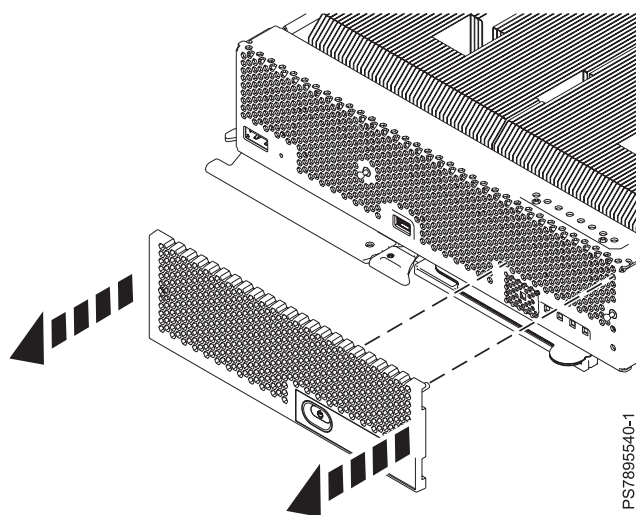
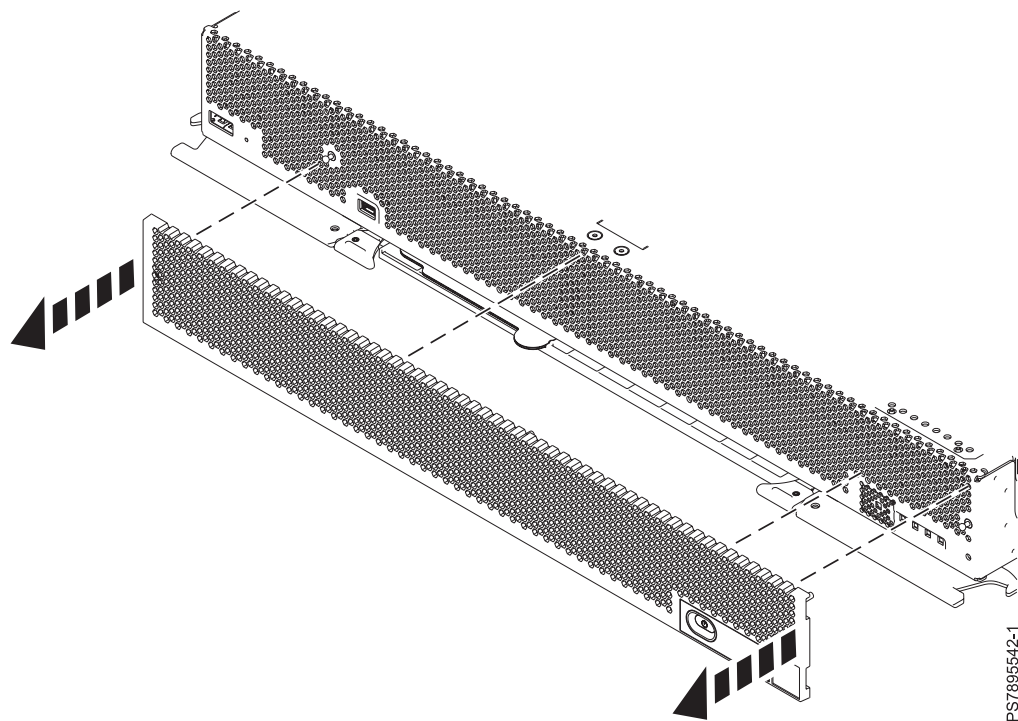

Figure 13. Retrait du panneau frontal d'un noeud de traitement IBM Flex System p260
Figure 14. Retrait du panneau frontal d'un noeud de traitement IBM Flex System p460
4. Repérez le panneau frontal sur la droite du noeud de traitement. En tenant les deux côtés du panneau frontal tirez-le hors du noeud de traitement (voir figure 13, à la page 46 et figure 14).